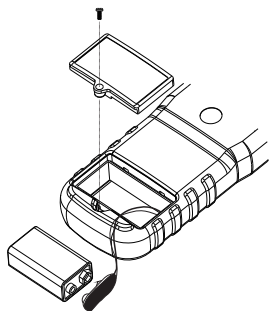

Figura 4. Cambio de la batería.
El aparato utiliza una pila de 9V (suministrada). Para reemplazar la pila, siga estos pasos y consulte la figura 4:
4. Reemplace la pila como muestra la Figura 4. Observe la polaridad de la pila indicada en el compartimento.